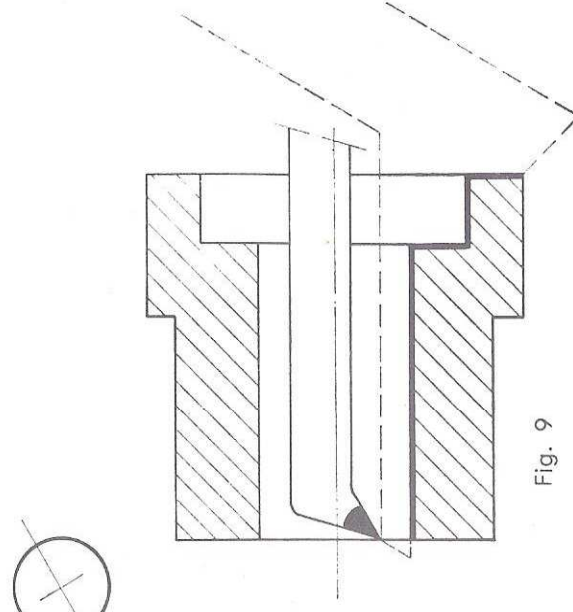

Fig. 9
- 1) Temporanea limitazione della corsa indietro durante l'esecuzione di diametri interni, attraverso una controsagoma, evitando, perciò l'urto del bareno portautensili nell'interno del pezzo (fig. 9).